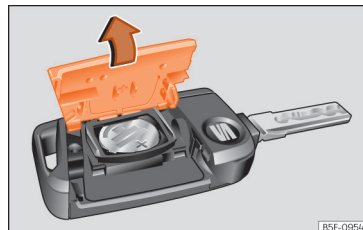

Fig. 47 Chave do veículo: abertura da tampa do compartimento da pilha.
- Retire a tampa na parte traseira da chave do veículo na direção da seta »» Fig. 47 , »» ① .